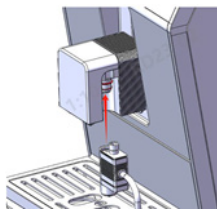

Abb. 4
Setzen Sie das System in die Kaffeeausgabe (2) der Kaffeemaschine ein (Abb. 4) und drücken Sie es fest, bis es einrastet.